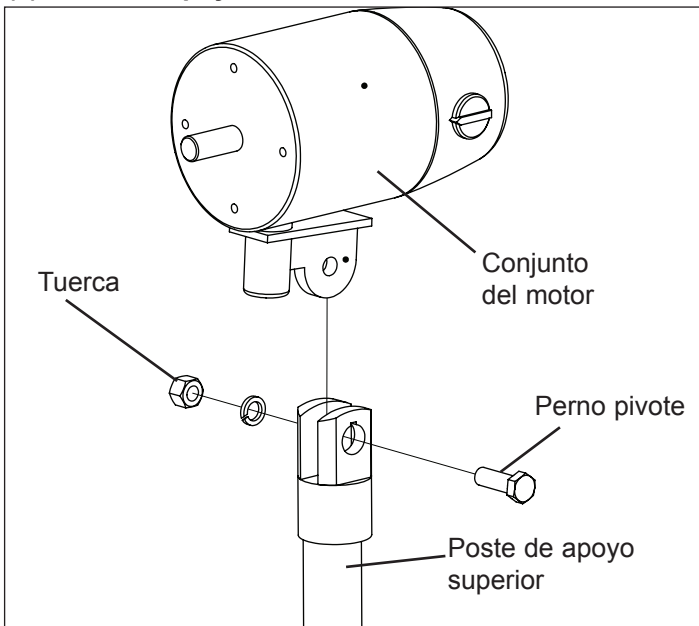

Figura 1: Fijación del motor al conjunto de soporte del motor
6. Monte el conjunto del motor al conector en el poste de apoyo superior (vea la Figura 1). Asegúrese de que los orificios se alineen.